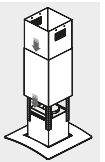

Figura 8
- Deslice el cubreductos superior y asegúrelo al soporte del techo usando 4 tornillos M4X8. (figura 8)